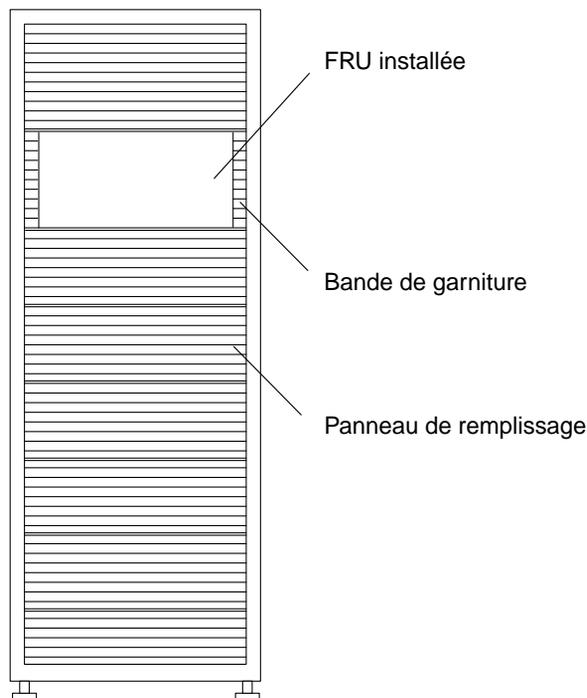

FIGURE 4-5 Emplacement des panneaux de remplissage et des bandes de garniture
### 5. Retirez le panneau de remplissage situé sur l'emplacement d'accueil de la FRU (FIGURE 4-5).
**9. Installez les bandes de garniture (FIGURE 4-5).**
### 3. Retirez les bandes de garniture situées sur les côtés des FRU (FIGURE 4-5).
### 6. Si vous ne réinstallez pas de FRU, veillez à installer un panneau de remplissage sur l'emplacement précédemment occupé (FIGURE 4-5).